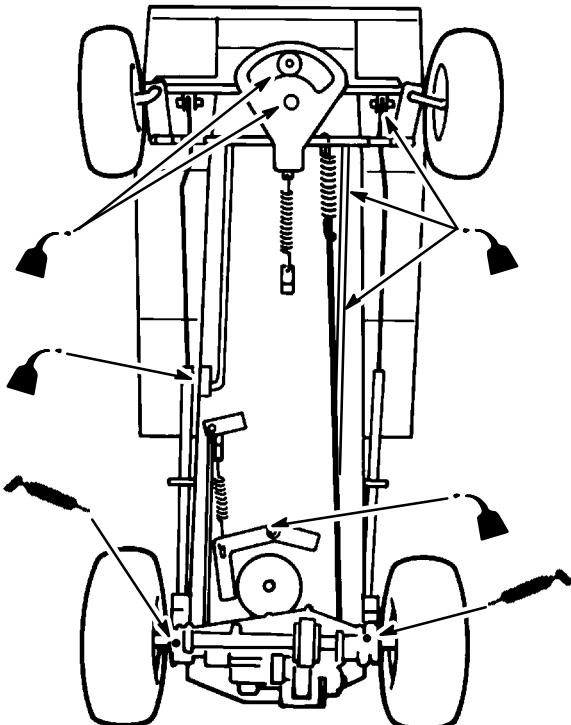

Bild 20
2. Fetten Sie die Hinterachsen mit einem bzw. zwei Stößen Nr. 2 Allzweckschmierfett ein. Die Schmiernippel befinden sich an der Innenseite der hinteren Reifen unten an der Antriebsachse (Bild 20).
1. Ölen Sie die Gelenke an der Lenkung, am Antrieb, an der Bremse, an der Kupplung und am Schneidwerk-Kupplungsgestänge (Bild 20). Wischen Sie überflüssiges Öl ab.